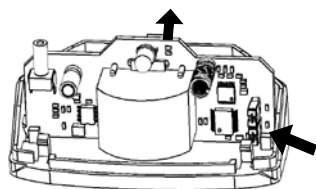

Рисунок 5
- Вставьте отвертку (с плоским шлицом) между платой и боковой стенкой основания, отожмите стенку основания и извлеките плату (рисунок 5).